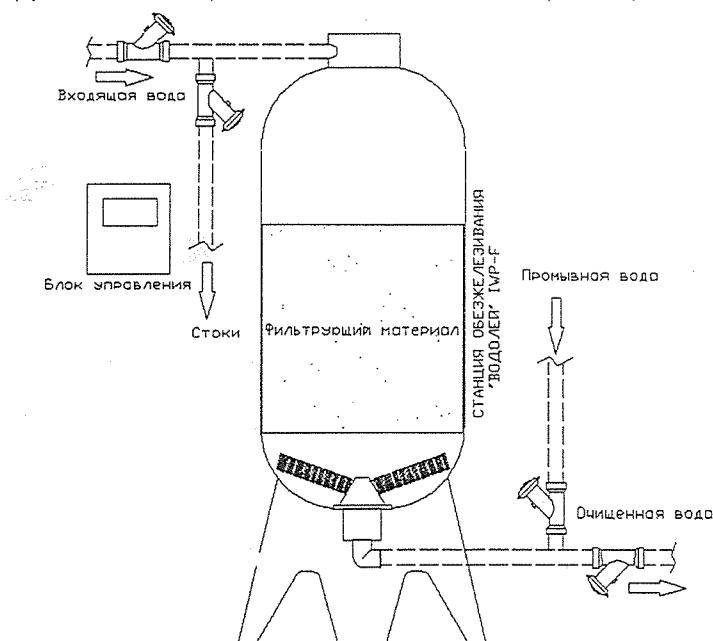
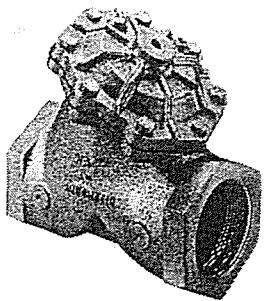

Рис. 1
Рис. 2
**Конструкция:** УВО состоит из цилиндрического корпуса, в котором содержится фильтрующий материал и гравийная подложка (рис.1). С внешней стороны корпуса на входящем трубопроводе устанавливается четыре мембранных клапана (рис.2), которые служат для изменения направлений потоков воды в рабочем режиме и в режиме регенерации. В верхней части корпуса устройства имеется резьбовое отверстие, в которое вворачивается распределительный клапан, в основные функции которого входят перераспределение и регулирование потоков исходной воды и стоков. В нижней части корпуса установлена дренажная распределительная система.